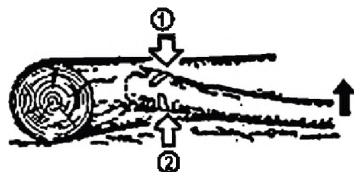

Рис.6
(1)-Начальный рез, (2)-Окончательный рез
6.6. Резка ветви лежащего дерева (рис.6).